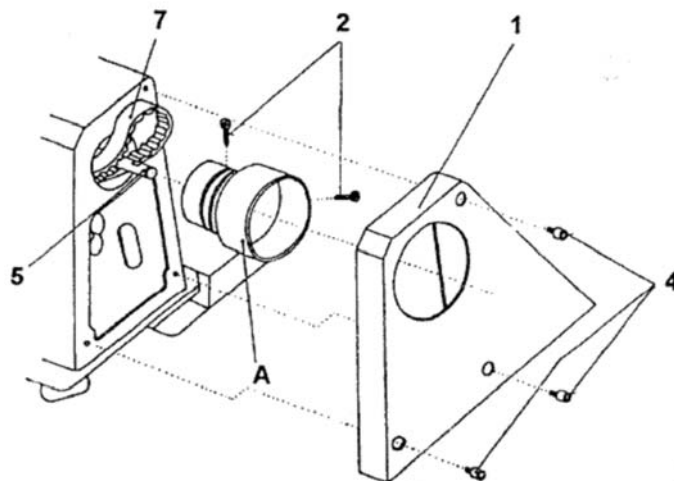

Fig. 10
15. Установка и демонтаж приводного ремня (рис. 10)